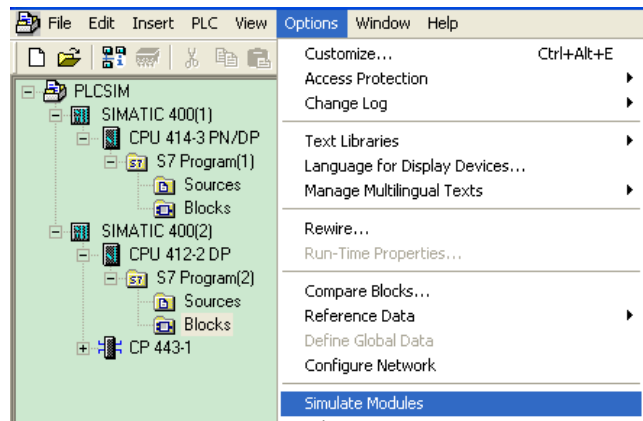

图 9—菜单栏启动仿真器 PLCSIM
- STEP7 SIMATIC Manager菜单栏Options->Simulate Modules如图9